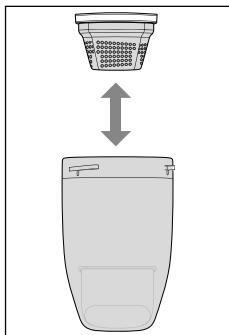

Fig. 8
3. Hold støvfilteret **5** med tommel- og pegefingeren, og tag støvfilteret ud af støvbeholderen **3** sammen med filterhuset **4** (se fig. 8).
5. Sæt støvfilteret **5** sammen med filterhuset **4** ind i støvbeholderen **3** igen (se fig. 8).